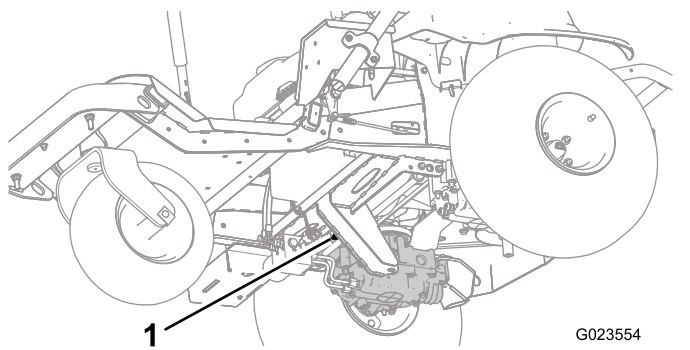
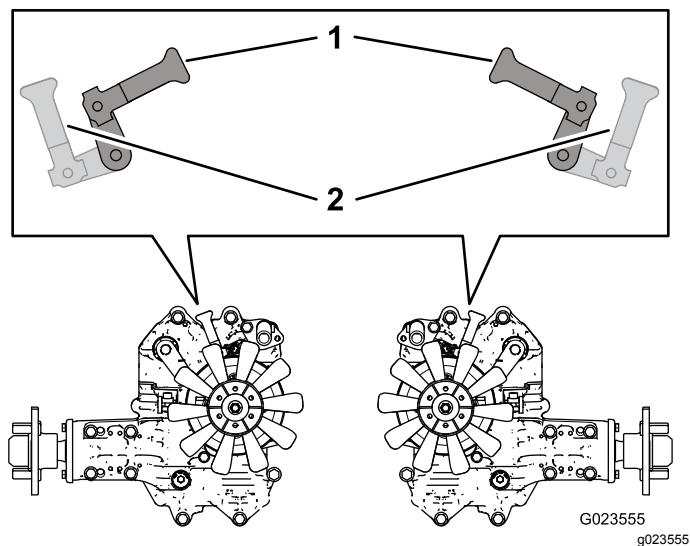

图28
图29
2. 从机器下方旋转旁通阀控制杆 图27 和 图28 让它们朝内指向机器中心 图29 并分离手刹请参阅 使用手刹 (页码 21)。
3. 当您完成推动或拖曳机器时旋转旁通阀控制杆让它们指向机器前方令机器可以驾驶 图29。